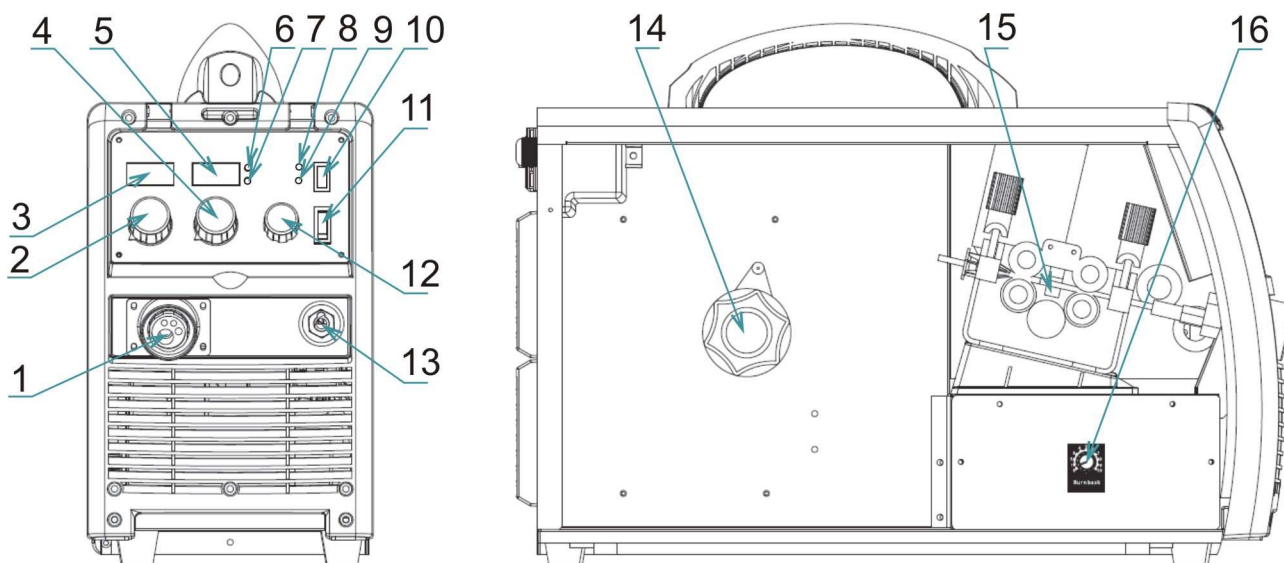

FIG. 1 - Pannello frontale
4. Collegare la torcia all'EURO connettore della macchina (Fig 1, pos.1).
5. Tenere premuto il tasto (Fig 1, pos. 11) sul pannello frontale del carrello.
3. Tenere premuto il tasto Fig. 1, pos. **11** sul pannello frontale del carrello.
5. Rilasciare il tasto Fig. 1, pos. **11**.
2. Per selezionare la tensione di saldatura usare il potenziometro (Fig.1, pos. 2).
3. Per selezionare la corrente, che è legata alla velocità del filo, usare il potenziometro (Fig.1, pos. 4).
4. Per selezionare la induttanza ura usare il potenziometro (Fig.1, pos. 12).